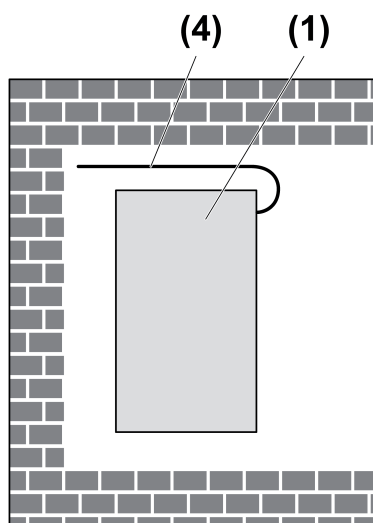

Figure 4
- Poser l'antenne (4) en la déployant dans un champ dénué d'obstacle (figure 4).